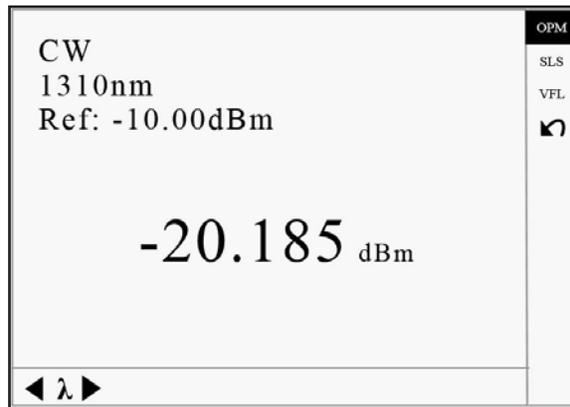

Figura 4-9. Medidor de potencia óptica
1. Ingrese a la interfaz MP/FL como se describe en “Configuración de medidor de potencia, fuente láser y VFL” en la sección 3. Utilice ▲ y ▼ para resaltar “OPM” y presione **Enter** (Ingresar) para ingresar la interfaz de OPM (figura 4-9).